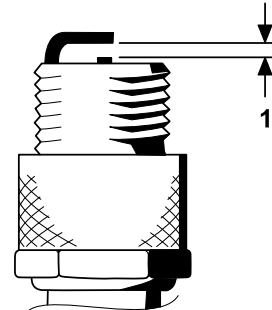

Bild 34
4. Stellen Sie den Abstand zwischen der mittleren und seitlichen Elektrode auf 0,76 mm ein, wie in Bild 34 dargestellt.